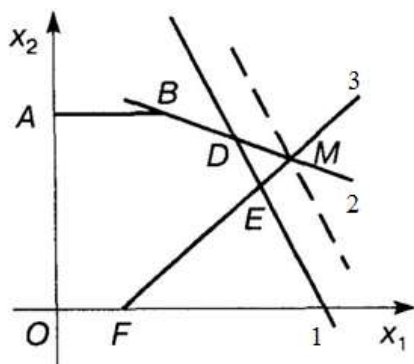

Рис. 1.2
Рассмотрим увеличение ресурса правой части ограничения (1.1) по сырью С (рис. 1.2). При перемещении параллельно самой себе прямой (1) вправо до пересечения с прямыми (2) и (3) в точке M ограничение (1.1) будет оставаться активным. Точку M определим, как точку пересечения прямых (2) и (3):